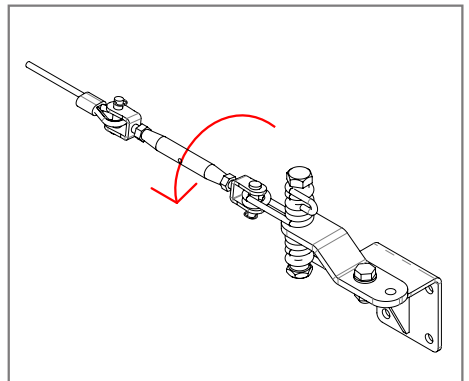

Figura 6
- Chiudere il tenditore ruotando la parte centrale fino al raggiungimento della tensione desiderata del cavo di acciaio [Figura 6].